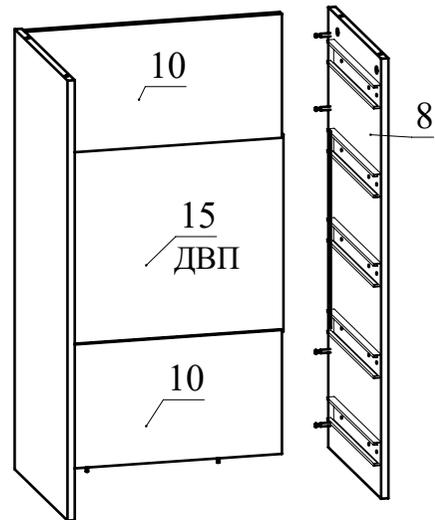

Рис.6
5. Установите деталь 8 на детали 10 и затяните головки минификсов по часовой стрелке до упора (Рис. 6).